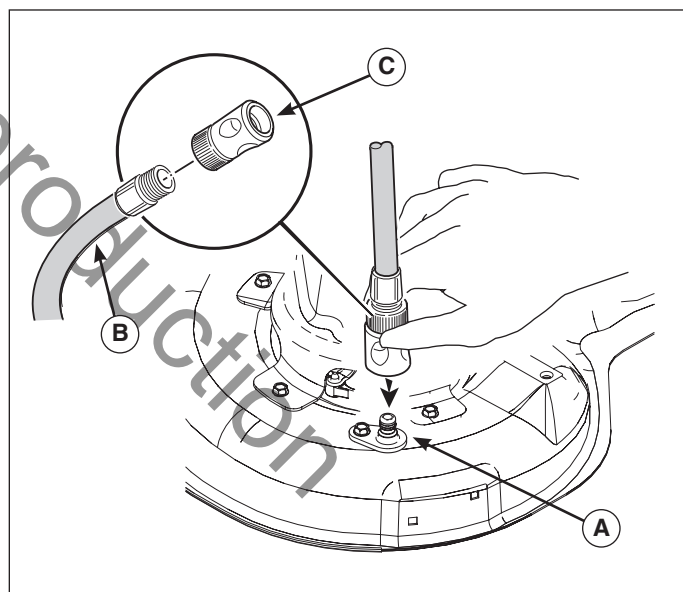

Figure 23
2. Attacher le raccord rapide (A, Figure 23) au boyau d'arrosage (B) et raccorder le point d'accès de rinçage (C) sur le châssis de la tondeuse.